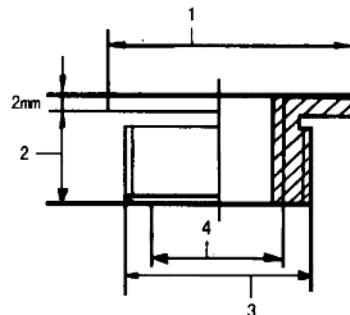

图 1-3 火花塞螺纹孔锁套
(2) 火花塞螺纹孔的修理方法: 将原来的螺纹孔改制直径大一些的螺纹孔, 镶制一个有内外螺纹的铜套(钢套), 内螺纹制成与原来规格火花塞螺纹相配(图 1-3), 不必改用其他规格的火花塞; 然后找一个火花塞, 在火花塞的螺纹部分涂抹润滑脂, 拧入制好的螺纹套中, 并在螺纹套外螺纹表面涂抹少许铅油; 最后将螺纹套拧入气缸盖螺纹孔中并拧紧, 退出火花塞, 在螺